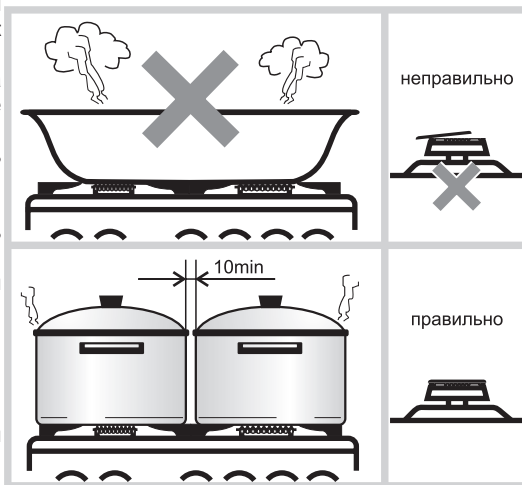

Рис.19
- Размеры посуды (см. таблицу 5 и рис. 19) и режим работы горелок нужно выбирать таким образом, чтобы пламя не выходило за края и не «лизало» боковые стенки.